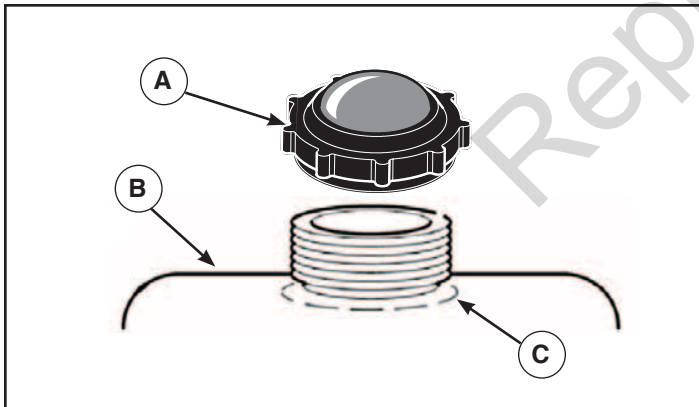

Figura 6
1. Limpie el área de la tapa del tanque de combustible. Retire la tapa del depósito de combustible (A, Figura 6). Consulte también la sección **Características y controles**.
2. Llene el depósito de combustible (B) con combustible. Para permitir que el combustible se expanda, no lleve el depósito por encima de la parte inferior del cuello del tanque de combustible (C).